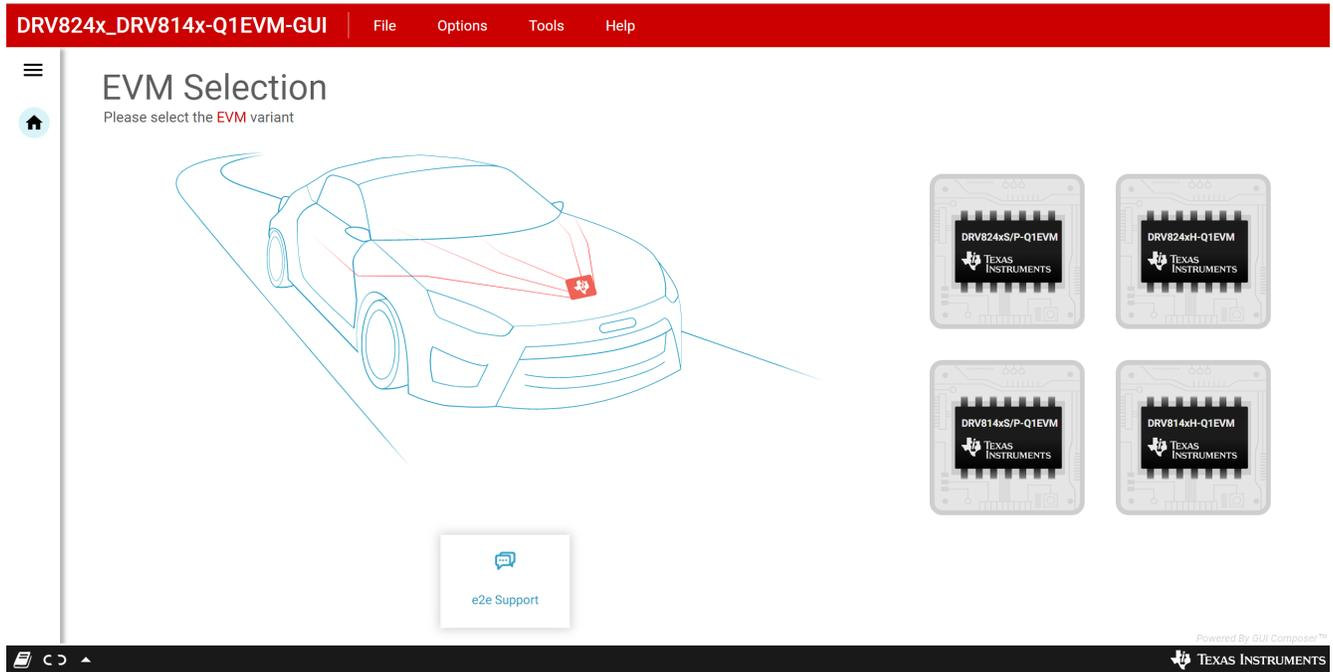

图 4-1. DRV824x_DRV814x-Q1EVM GUI 主屏幕
2. 从图 4-1 引用的屏幕中，使用右侧的图标选择连接的 EVM 型号。